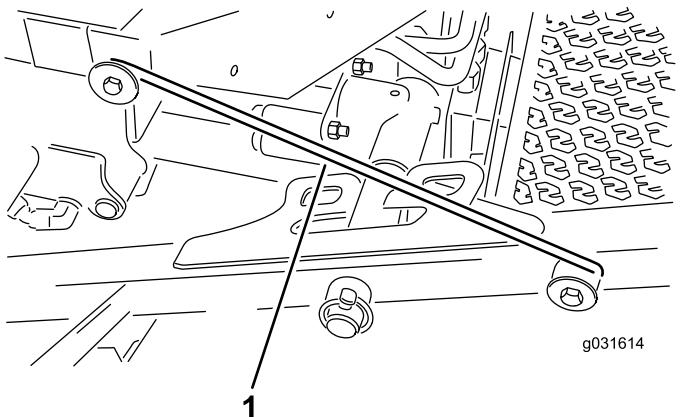

図 32
4. 前側キャリアフレームリテーナからラッチのロッドを外す図 32。
5. 前刈り込みデッキの外側を持ち上げ、運転台前部のフレームについているピンにラッチをかける図 32。